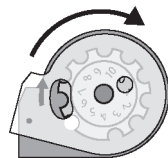

Fig. 7a
• Gire a parte transparente que cobre o magazine no sentido horário na direção da flecha de indicação até que ele pare completamente. (Fig. 7a, Fig. 7b).